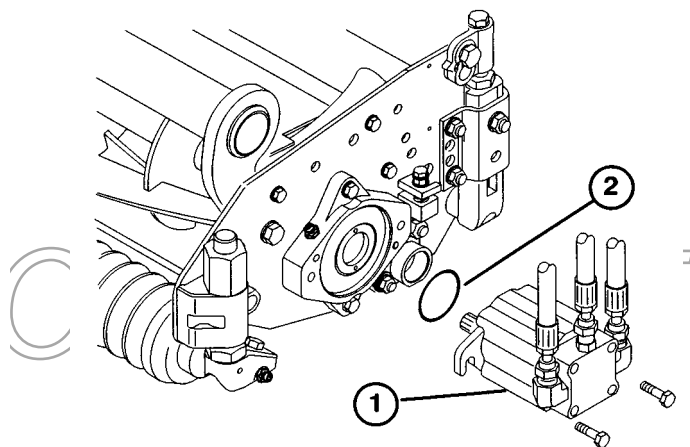

図 6
13. リールモータを各Cuttingユニットの駆動側に装着し、付属のキャップスクリュ2本で固定する(図6)